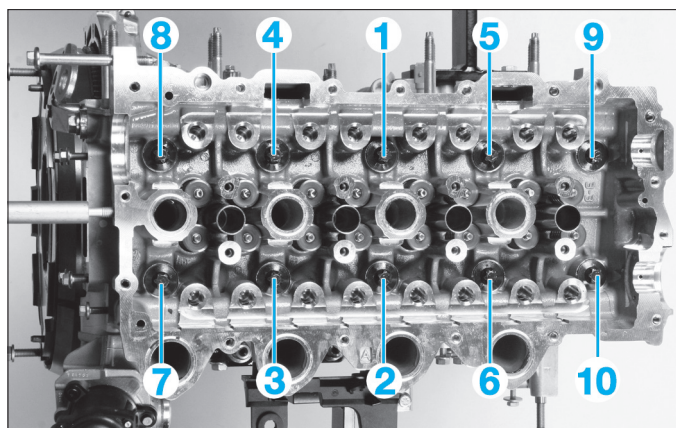

FIG. 76
- Mettre en place la culasse sur le bloc-cylindres puis serrer uniformément les vis au couple et dans l'ordre prescrit (Fig.76) :